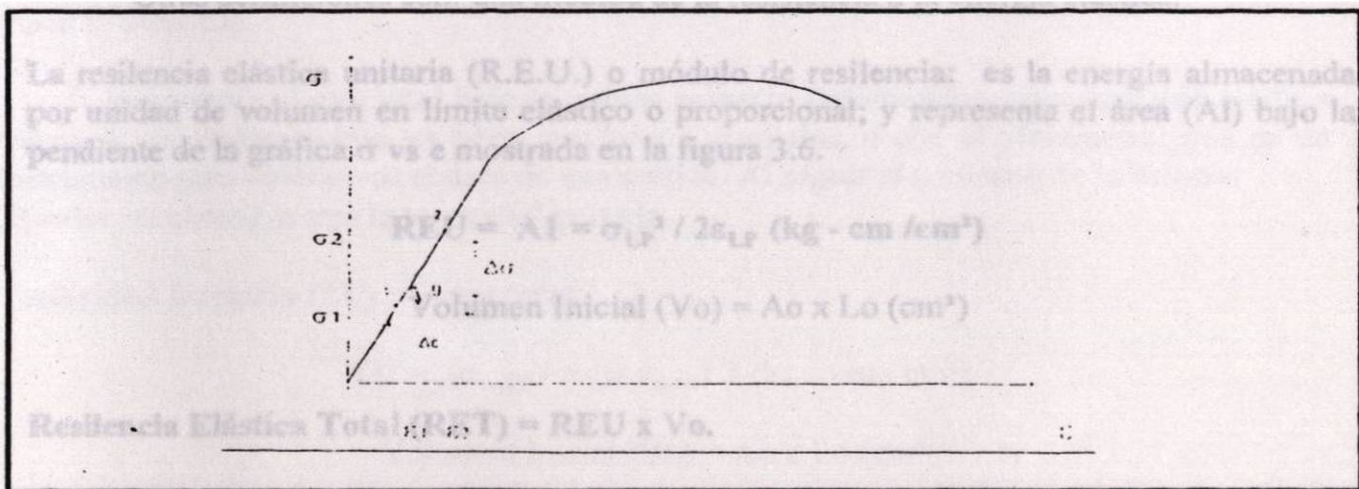

Figura 3.5
Se mide a traves de la obtención del modulo de elasticidad para carga axial (E) y representa la tangente de la pendiente en la gráfica esfuerzo vs deformación, este modulo se puede obtener considerando dos puntos sobre la pendiente y realizando un triángulo como se muestra en la figura 3.5